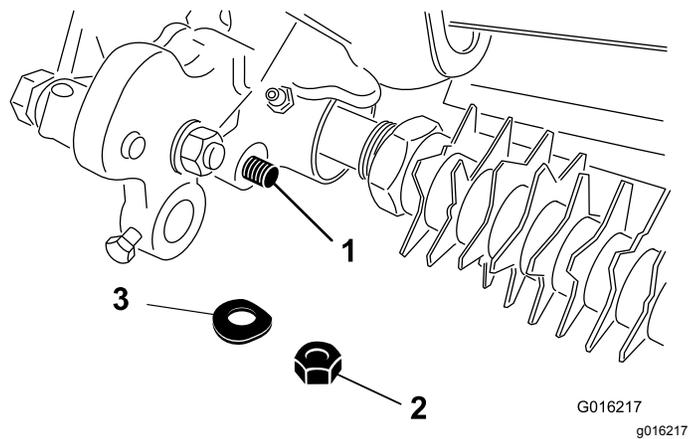

Figure 13
29. Fixez l'extrémité de la tige du bras de réglage à l'entraînement du groomer avec une rondelle Belleville et un contre-écrou (Figure 13).
34. Fixez l'extrémité de la tige du bras de réglage à l'entraînement du groomer avec une rondelle Belleville et un contre-écrou (Figure 13).